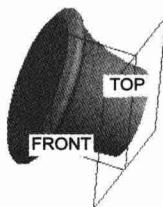

图 1.4 旋转 2
(4) 在操控板中选择“旋转角度”类型 \square (即草绘平面以指定的角度值旋转), 再在角度文本框中输入角度值 360.0, 并按回车键。
(5) 在操控板中单击“预览”按钮 \checkmark 80° , 可浏览所创建的旋转特征, 单击操控板中的按钮 \checkmark , 则完成特征的创建。
Step3. 创建图 1.4 所示的旋转特征——旋转 2。选择下拉菜单 **插入(I)** \rightarrow **旋转(R)...** 命令; 选取 FRONT 基准平面为草绘平面, TOP 基准平面为参照平面, 方向为**顶**; 绘制图 1.5 所示的旋转中心线和特征截面草图; 在操控板中选择旋转类型 \square , 输入旋转角度值 360.0; 预览并完成所创建的旋转特征 2。